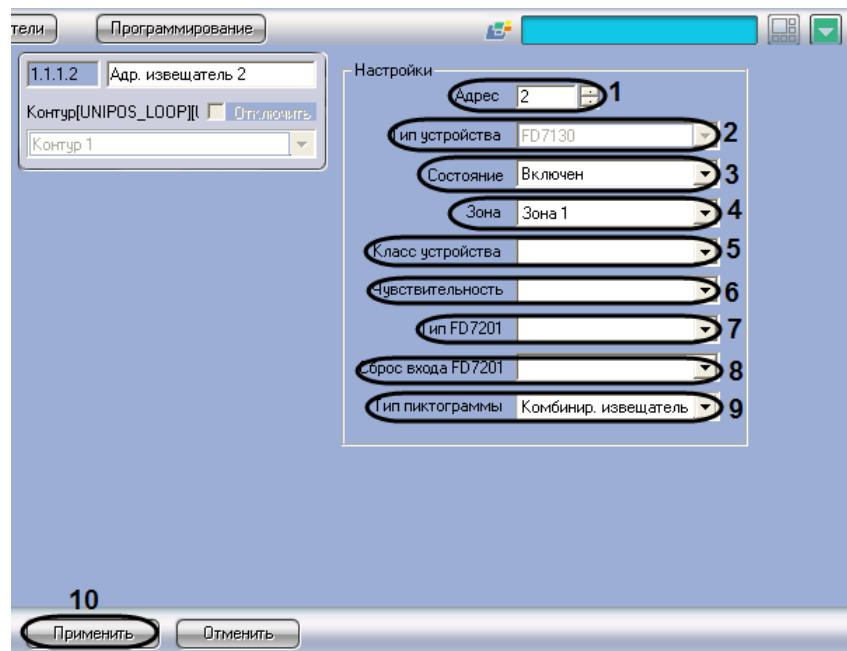

Рис. 3.5-2 Настройка адресного извещателя
- Перейти на панель настройки объекта **Адр. извещатель** (Рис. 3.5-2).
- В поле **Адрес** ввести с помощью кнопок **вверх-вниз** адрес извещателя в CAN-сети *ОПС Unipos* (см. Рис. 3.5-2, 1).
3. В поле **Тип устройства** автоматически отображается тип используемого извещателя (см. Рис. 3.5-2, 2).
4. Из раскрывающегося списка **Состояние** выбрать состояние извещателя (**включен/выключен**) (Рис. 3.5-2, 3).
5. Из раскрывающегося списка **Зона** выбрать пожароизвещательную зону, к которой требуется отнести пожарный извещатель (см. Рис. 3.5-2, 4).
6. Из раскрывающегося списка **Класс устройства** выбрать температурный класс пожарного извещателя (см. Рис. 3.5-2, 5).
7. Из раскрывающегося списка **Чувствительность** выбрать требуемый уровень чувствительности устройства (см. Рис. 3.5-2, 6).
8. В случае, если устройство имеет тип **FD7201** или **FD7201S**, из раскрывающегося списка **Тип FD7201** выбрать требуемую конфигурацию устройства (контролируемый выход или адаптер) (см. Рис. 3.5-2, 7).
9. В случае, если устройство имеет тип **FD7201** или **FD7201S**, из раскрывающегося списка **Сброс входа FD7201** выбрать требуемый способ перевода устройства из тревожного состояния в спокойное (ручной или автоматический) (см. Рис. 3.5-2, 8).
10. Из раскрывающегося списка **тип пиктограммы** выбрать пиктограмму адресного извещателя (см. Рис. 3.5-2, 9).
11. Для сохранения настроек во внутренней базе данных ПК *Интеллект* нажать кнопку **Применить** (см. Рис. 3.5-2, 10).